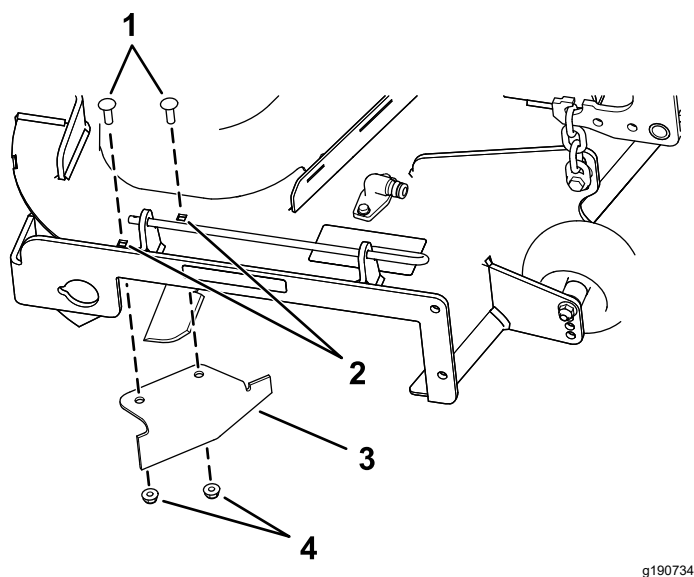

Bild 16
9. Suchen Sie das Versatzablenkblech in den losen Teilen und entfernen Sie die Befestigungen in den hinteren Löchern der Auswurfplatte (**Bild 16**).